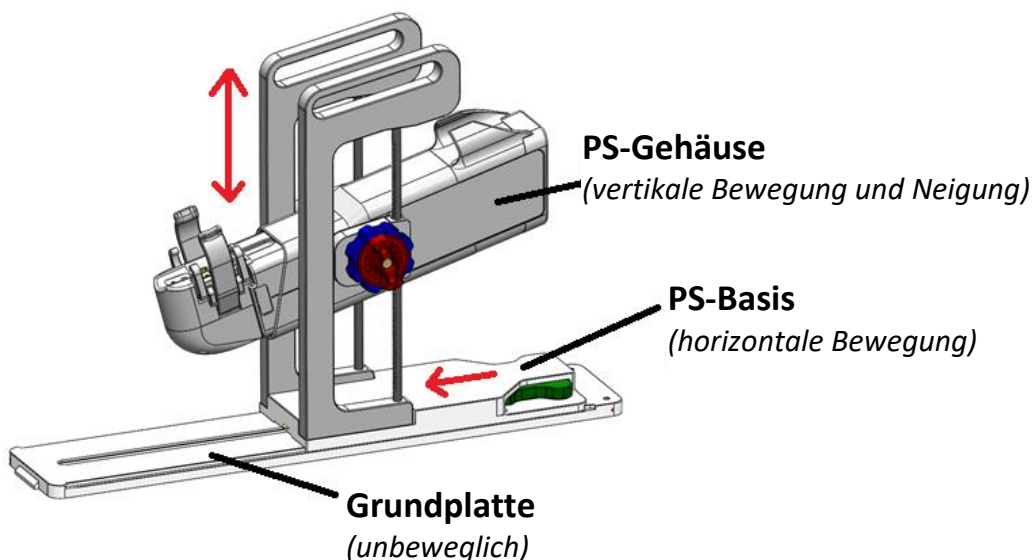

Abbildung 31: Einstellen des Positionierungssystems
5. **MRT-MTRA:** Bringen Sie das PS manuell in Position, sodass der UA-Greifer im natürlichen Winkel des UA im Patienten ausgerichtet ist. Passen Sie die Basis des PS manuell in der Höhe und im Vorschub an, und neigen Sie die Linearachse des PS nach oben und nach unten (*Abbildung 31*).
**HINWEIS:** Drehknöpfe und Hebel des PS besitzen keine Farbkennzeichnung wie in *Abbildung 31* gezeigt. Sie sind hier lediglich zum Veranschaulichen dieser Anweisungen farblich gekennzeichnet.